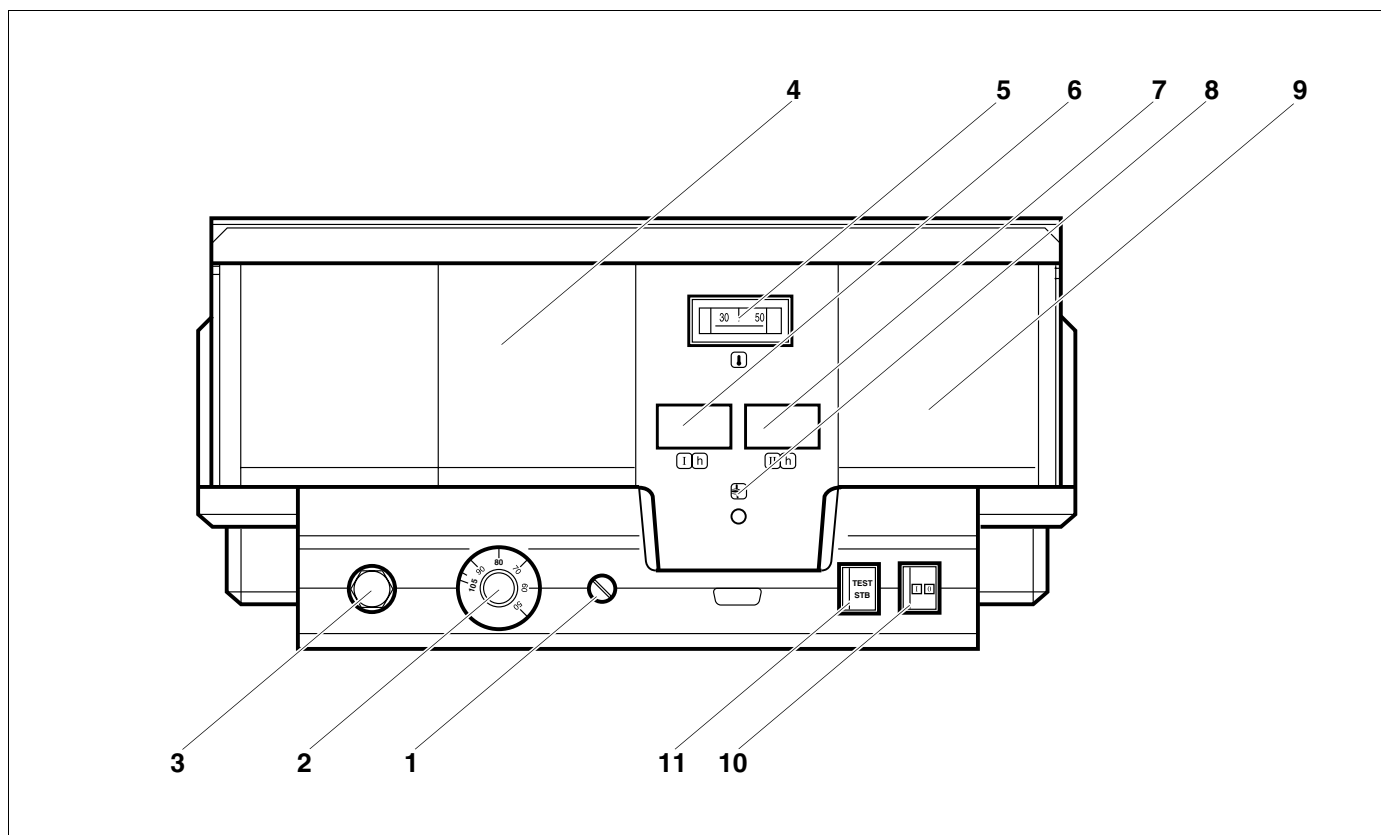
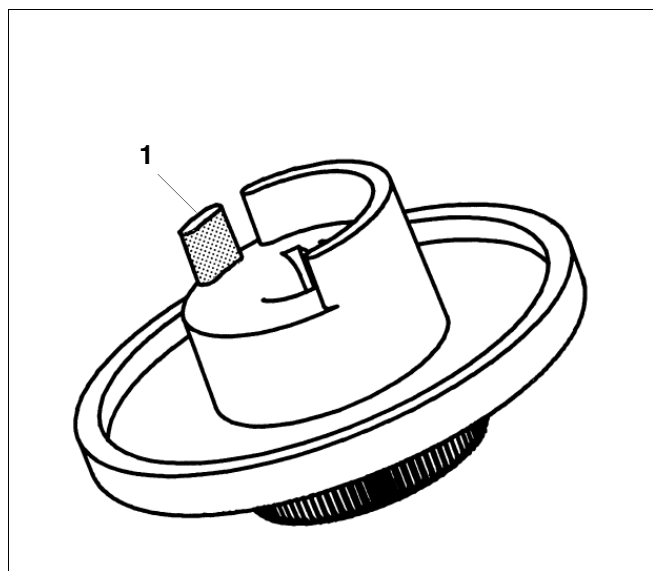

Рис. 1 Элементы управления Logamatic 4212
Рис. 5 Ручка настройки
Экспликация к рис. 1
Если котел имеет котловой модуль и пмг или внешнее регулирование то регулятор температуры котловой воды (рис. 1 в поз. л) должен быть настроен минимум на 80 °С.
Регулятор температуры котловой воды (рис. 1 в поз. л) представляет собой двухполосный регулятор для эксплуатации с двухступенчатой горелкой.
Если светится индикатор неисправности горелки (рис. 1 в поз. К) то для устранения неисправности нужно связаться с отопительной фирмой обслуживающей Вашу установку.
- Для настройки нужной температуры на предохранительном ограничителе температуры (рис. 1) его нужно вынуть из корпуса.
- Для демонтажа предохранительного ограничителя температуры нужно открутить два винта (рис. 1) по позе 10.
! Снять крышку (рис. 1) по позе 10.
- Открутить защитный колпачок (рис. 1) по позе 20.
Кнопка STB (рис. 1, поз. 11) предназначена для проверки предохранительного ограничителя температуры (рис. 1, поз. 3) специалистами отопительной фирмы.
- Нажать кнопку STB (рис. 1, поз. 11) и удерживать нажатой до его срабатывания (рис. 1, поз. 3).
- Для разблокировки предохранительного ограничителя температуры (рис. 1, поз. 3) нужно открутить колпачковую гайку и нажать находящуюся под ней кнопку подавления помех.
- Вынуть ручку настройки (рис. 5) регулятора температуры котловой воды (рис. 1, **поз. 2**).
- Отломить стопор (рис. 5, **поз. 1**).
- Вставить на место ручку настройки регулятора (рис. 1, **поз. 2**).